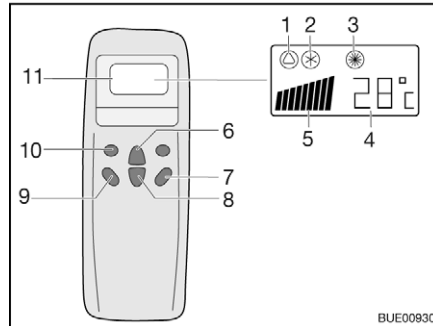
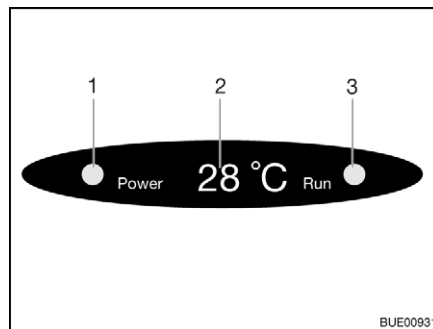

Fig. 164 Télécommande
Fig. 165 Affichage sur le diffuseur
- Appuyer sur la touche "ON/OFF" (Fig. 164,7).
- Appuyer sur la touche "Mode" (Fig. 164,10) autant de fois que nécessaire pour que le mode de fonctionnement souhaité (Fig. 164,1, 2 ou 3) s'affiche à l'écran. Le voyant de contrôle correspondant s'allume sur l'écran du diffuseur (Fig. 165,3).
- Régler la température souhaitée avec les touches d'augmentation de la température (Fig. 164,6) ou de diminution de la température (Fig. 164,8).
- Sélectionner le niveau de ventilation souhaité à l'aide de la touche de vitesse du ventilateur (Fig. 164,9).